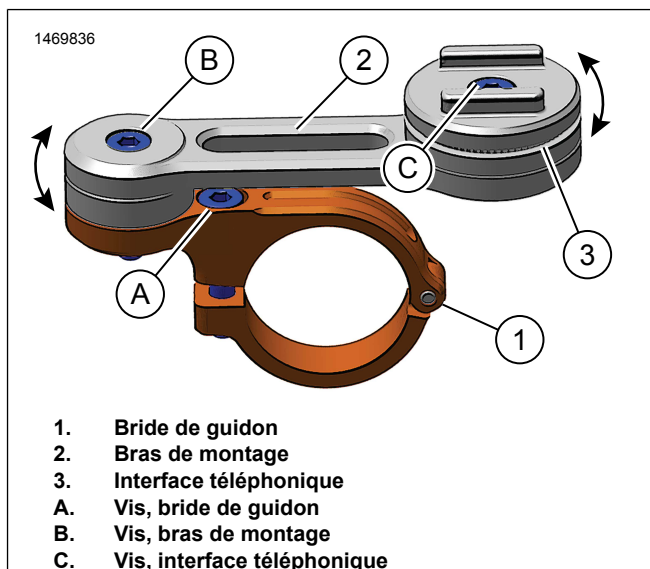

Figure 3. Points de pivot
2. Figure 3 Desserrez la vis (B).
4. Serrer la vis (B).
5. Figure 3 Desserrez la vis (C).
7. Serrez la vis (C).